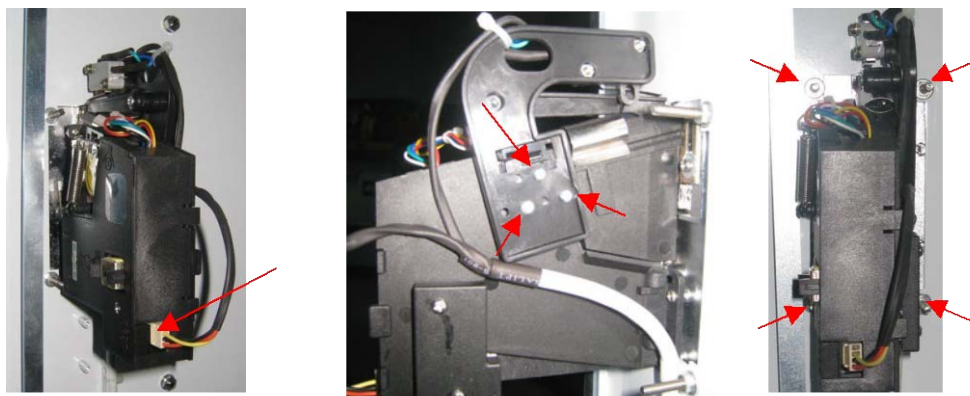

Рис. 16
- выкрутите четыре крепежных винта крышки монетоприемника и снимите монетоприемник (см. рис. 16)